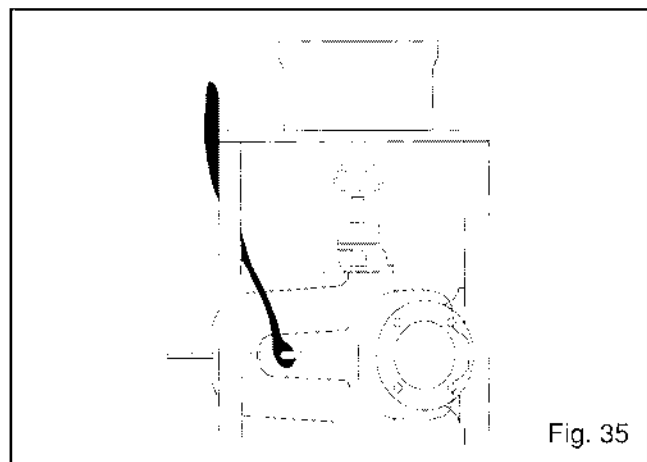

Fig. 35
5. Amarre alrededor de los oídos de la mitad superior de la carcasa una eslinga de nylon, halando la eslinga al punto donde no se resbale. (vér fig. 35)